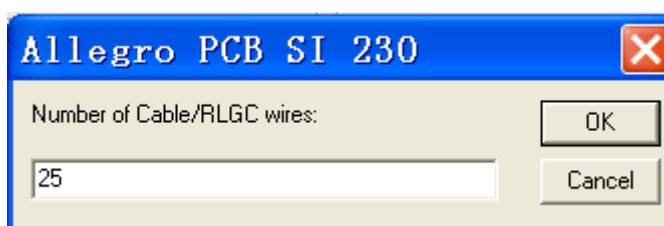

图 7-17 输入第一个连接器管脚的终结数
- c. 在另一个弹出窗口的 Number of RLGC Wires 区域输入 25；这表示管脚终结数。图 7-17